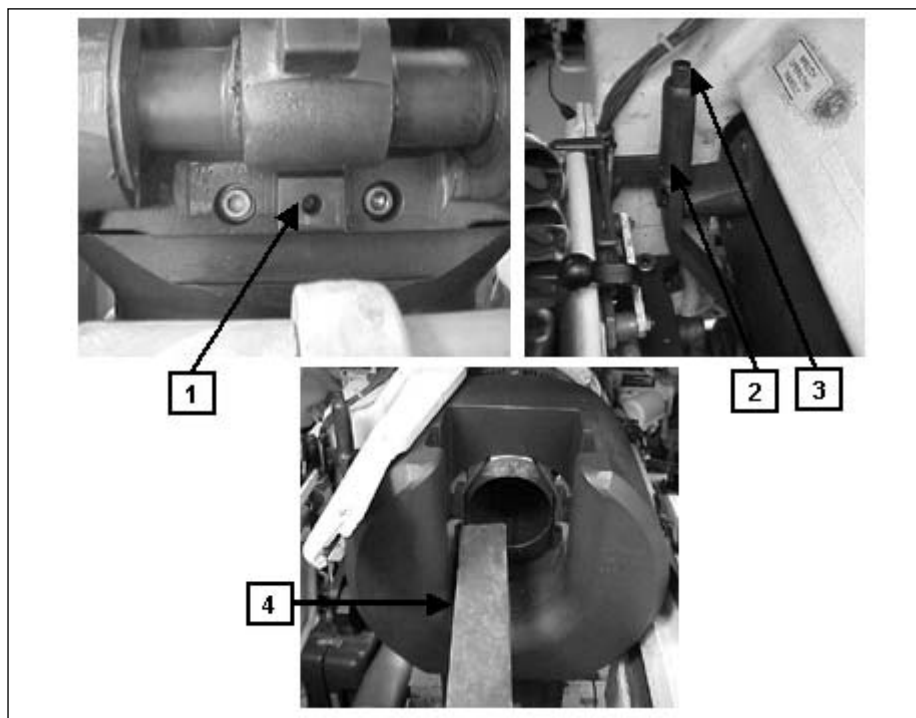

Fig 4-41. Desmontagem e montagem da cunha
a. Retirada da Cunha. (Fig 4-41 a 4-43)
(1) Desligar a chave geral das baterias e a chave do Can.
(2) Assegurar que o batente da cunha(1) está montado corretamente.
(3) Empurrar a alavanca de manejo da cunha(2), pressionar a trava da alavanca de segurança (3) e puxar a alavanca para a retaguarda e para baixo, até que os extratores abram.
(4) Retornar a alavanca para a posição travada. Assegurar-se de que o Can esteja descarregado.
(5) Fechar a culatra manualmente, usando um estojo vazio ou bloco de madeira(4) para acionar os extratores. Retirar o estojo ou bloco de madeira, após acionar o segundo extrator, para evitar que a cunha sofra choques.
(11) Ajustar a corrente(15). Segurar a alavanca de manejo(2), pressionar o botão(15) e iniciar a descida da cunha (10), puxando a alavanca para trás e para baixo. Retornar a alavanca para a posição travada.
(12) Usando a talha, baixar a cunha até que o eixo(16) da alavanca de manejo esteja livre do alojamento(17) da cunha. Continuar baixando a cunha até que esteja no chão da torre. Liberar a corrente da cavilha com olhal.
(13) Retirar os extratores da direita e da esquerda dos alojamentos.
b. Colocação da cunha (Fig 4-41 a 4-43)
(1) Limpar, inspecionar e lubrificar todas as partes, antes de montar. Não lubrificar o contactor, contatos elétricos e isoladores. Verificar se estas peças estão livres de partículas estranhas, óleo e estão devidamente secos.
(2) Recolocar os extratores direito e esquerdo nos alojamentos.
(3) Encaixar o cavilha com olhal(9) na cunha. Encaixar a talha no teto da torre e o gancho no olhal da cavilha. Levantar e guiar a cunha, para dentro do alojamento até que entre em contato com os pinos dos extratores. Cuidadosamente, pressionar os pinos e mover a cunha, vagarosamente, para cima.
(4) Direcionar o eixo da alavanca de manejo, encaixando no alojamento em "T" da cunha. Manter o eixo no alojamento, enquanto continua a operar a talha.
(5) Continuar a elevar a cunha até que entre em contato com os extratores. Em uma operação conjunta pressionar os pinos dos extratores e com o movimento da talha continuar a subir até que a cunha esteja na posição fechada.
(6) Mover o batente da cunha(12) para trás até travar.
(7) Usando uma chave ajustável(14), girar o ajustador da tensão da mola da cunha, no sentido horário, até que o mergulhador(13) entre no primeiro entalhe e ouvir um clique.
(8) Retirar a corrente(15) e a cavilha com olhal(11).
(9) Montar a guia do retrator e o contactor(7).
(10) Montar a mola do contactor e a mola retém. Pressionar o pino(5) e girar o retém(6) no sentido anti-horário.